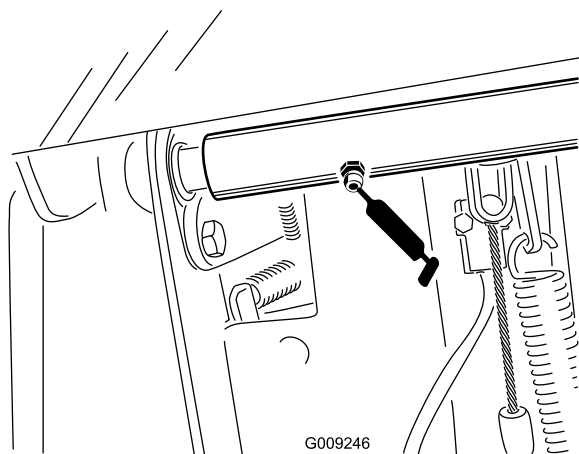

Figura 36
- Cuscinetti orientabili dell'albero del freno (2) (Figura 36)